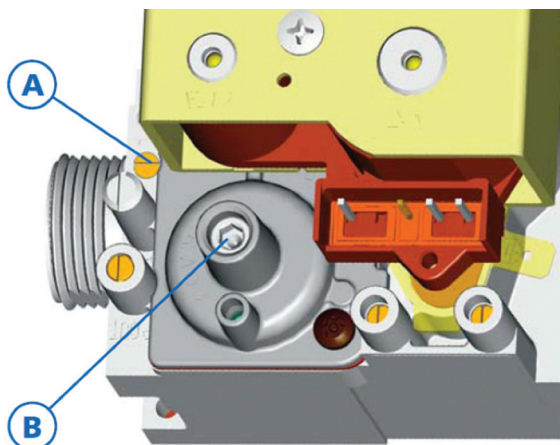

Fig. 1
- Qualora questo valore non corrisponde a quello corretto riportato nella tabella, è necessario regolare la vite **[A]** (Fig. 1) per ottenere il valore indicato.
- Una volta regolato il valore di CO2 alla potenza massima premere il tasto  di  senza essere usciti dalla modalità spazzacamino. La caldaia si porterà alla potenza minima (verrà visualizzata sul display la scritta "St L"). Rilevare il valore di CO2. Se questo valore non corrisponde a quello corretto, è necessario regolare la vite a brugola **[B]** (Fig. 1) per ottenere il valore indicato.